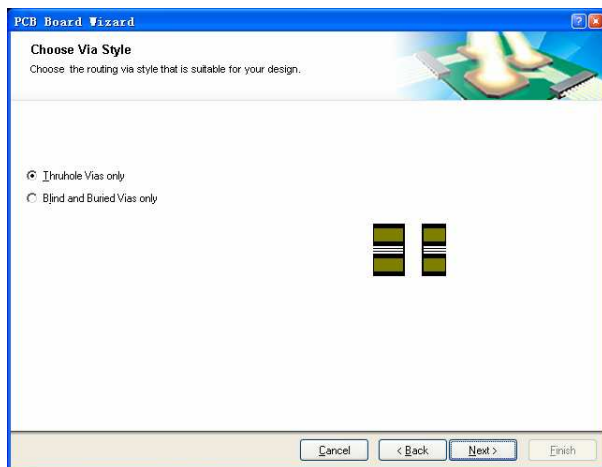

图 7.25 “Choose Via Style” 页面
(9) 在层数设置对话框的“Signal Layer”数字编辑框中输入“2”，在“Power Planes”数字编辑框中输入“0”，单击“Next”按钮，显示如图 7.25 所示的“Choose Via Style”页面。